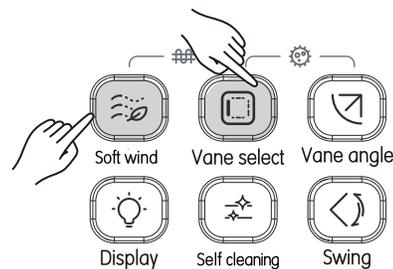

Figura 3.20
1. Presione y al mismo tiempo para iniciar el calentador auxiliar (consulte la Figura 3.20), y la pantalla mostrará el ícono ;